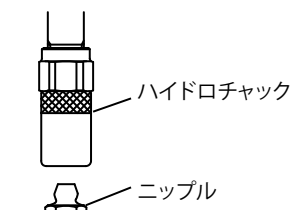

Fig. 4
- 1) 給脂しようとするグリースニップルをきれいに拭いてから、グリースガンのハイドロチャックをニップルに押し当て、可能な限り垂直になるようにセットしてください。ハイドロチャックの爪がニップルの頭部に噛みつきます。(Fig. 4)